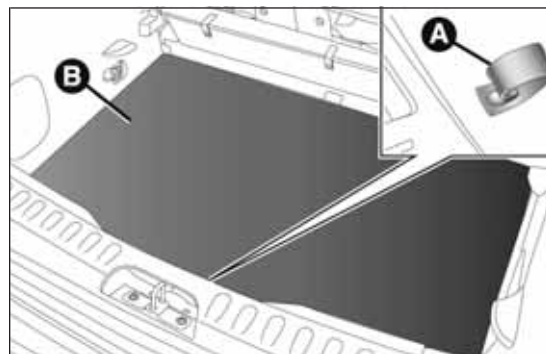

fig. 97
- ☐ tirar de la lengüeta A fig. 97 y levantar la alfombrilla de revestimiento B.